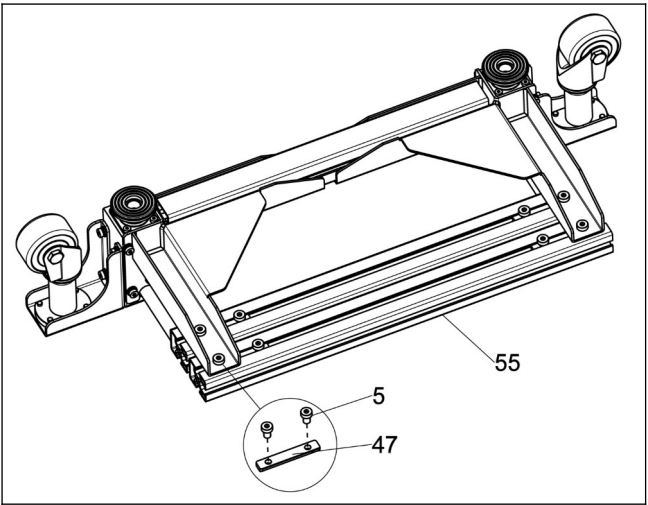

图 13
a.将后角架组件“A”倒置于地面，松开紧固件“5”，取下长侧轨“55”、锁紧块“47”。（见图13）